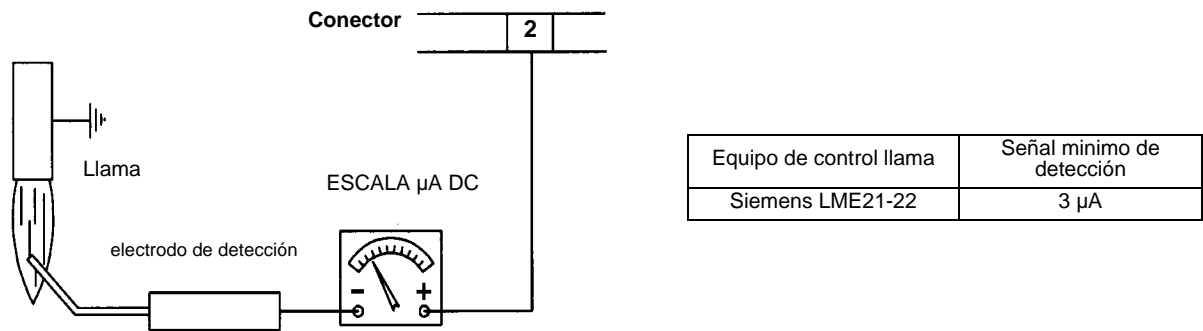

Fig. 36
- Limpie y controle los electrodos de encendido y detección (véase pag. 34). Controle la señal de detección, siga el esquema de la Fig. 36.
En el caso en que el quemador vaya en bloque, ejecutar los siguientes controles. Para medir la señal de detección, siga el esquema de la Fig. 36. Si la señal es inferior al valor indicado, controle la posición del electrodo de detección, los contactos eléctricos y, de ser necesario, sustituya el electrodo de detección.